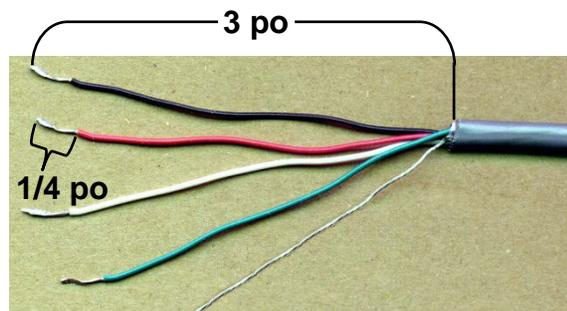

Figure 3
- 3.3.4. En se référant à la Figure 3, retirer 3 po de la gaine isolante externe.
- 3.6.3. Retirer 3 po de la gaine isolante externe puis dénuder sur chacun des fils sur 1/4 po (voir la Figure 3).